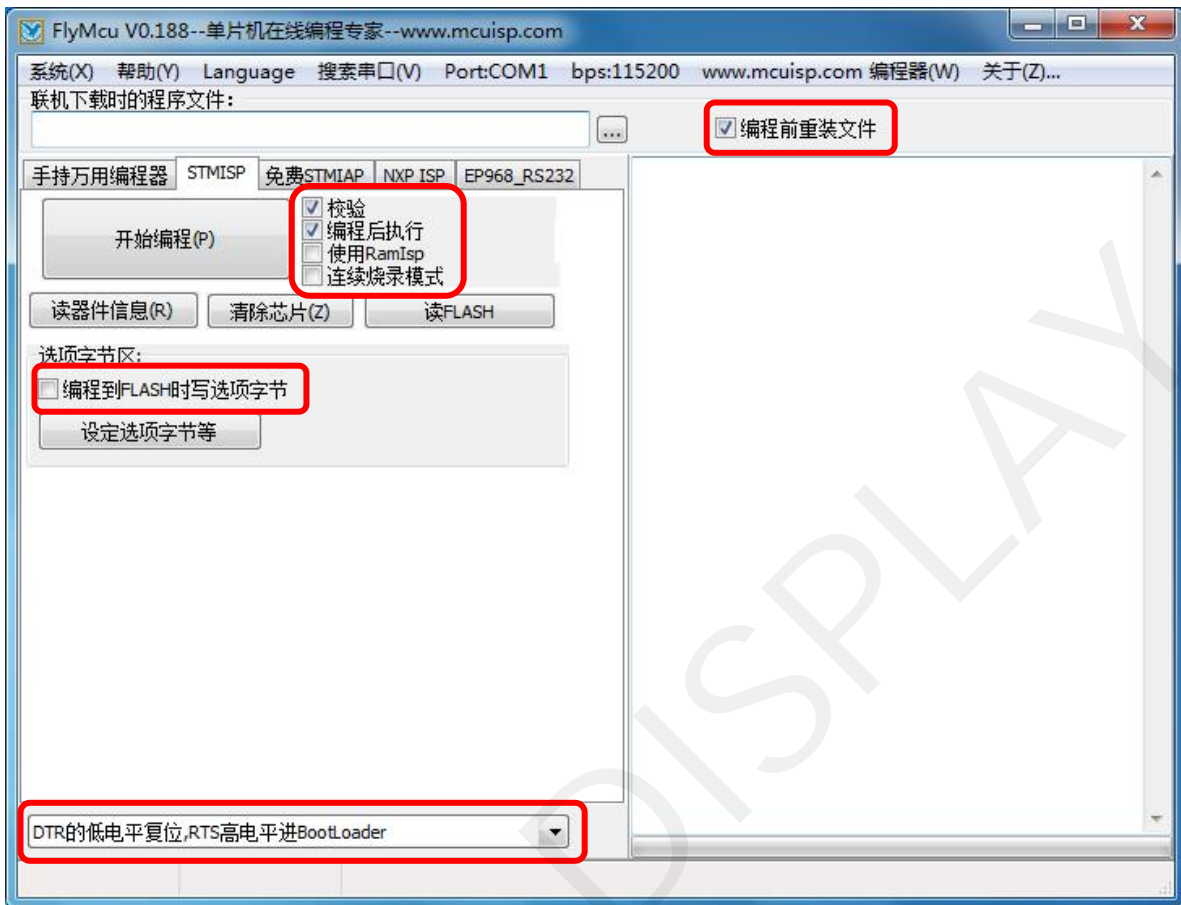

图 13 FlyMcu 配置
4) 打开 FlyMcu 烧录软件，如图 13 所示对其进行配置。